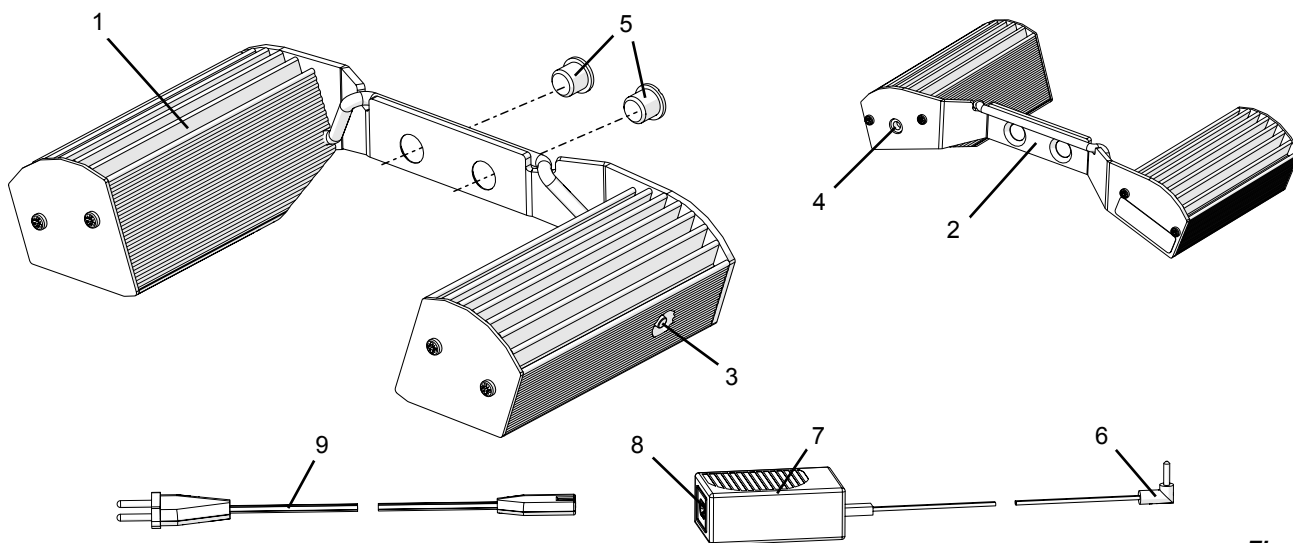

Fig. 1
- ⇒ Introducir el cable de alimentación (9, Fig. 1) en la conexión (8, Fig. 1) de la fuente de alimentación (7, Fig. 1).
Con la tecla de encendido/apagado (3, Fig. 1) se enciende y apaga la luz LED y se conmuta a una potencia de luz reducida (atenuada).